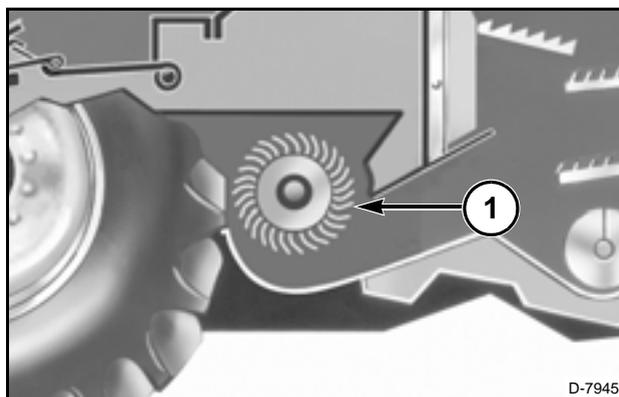

FIG. 204
FIG. 204: el flujo de aire del ventilador (1) en conjunto con las zarandas de limpieza, mantienen el material no deseado y la granza suspendidos por arriba de la zaranda, suspendidos. Se hace para separar y limpiar la cosecha.